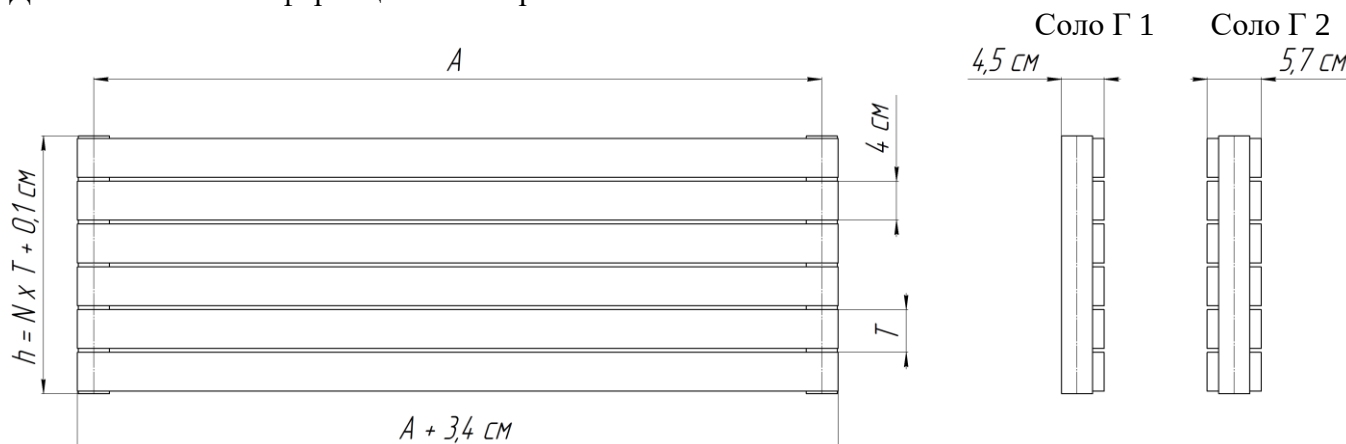

Рис. 1 Радиатор «Соло Г», где: А – межцентровый размер, см; Т – шаг (4,4 см); N – количество секций; h – габаритная высота, см.
2.1. Основные размеры и параметры радиаторов приведены на рис.1 и в Таблице №1.